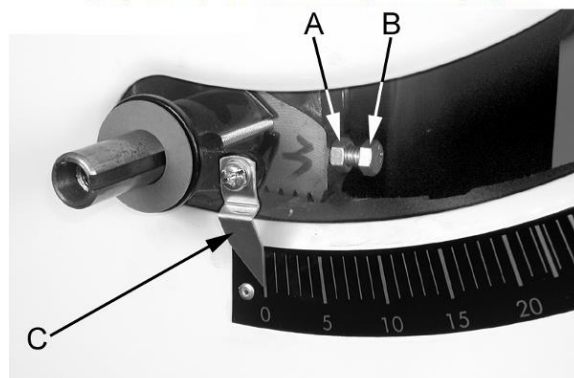

Рис. 20
9. Проверьте точность положения указателя (С, Рис. 20) на угловой шкале. При необходимости отрегулируйте его.